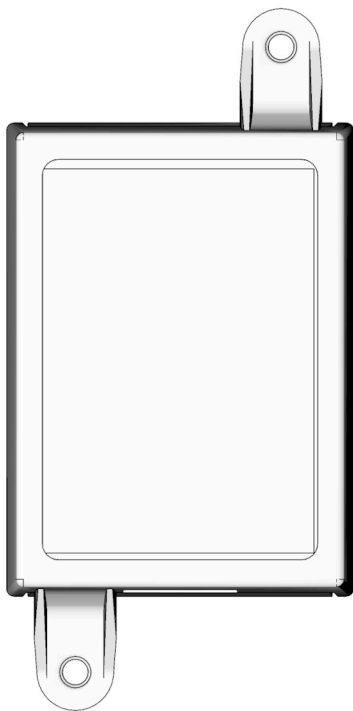

FIG. 3
2. Aligner le boîtier de raccordement sur les trous pré-percés (FIG. 3).